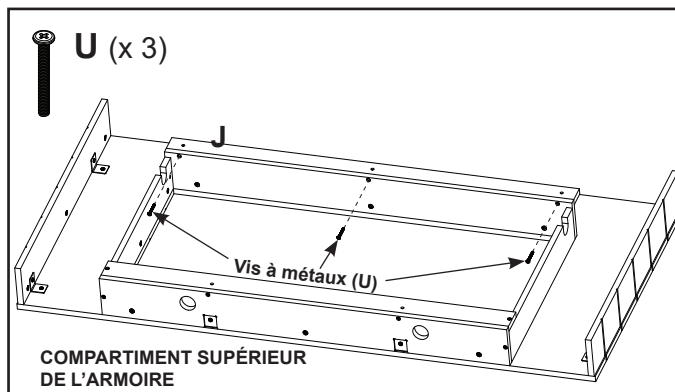

Figure 27
- Fixez la pièce « J » à la pièce « I » à l'aide de trois (03) vis à métaux M6 X 50 (U). Voir la figure 27.